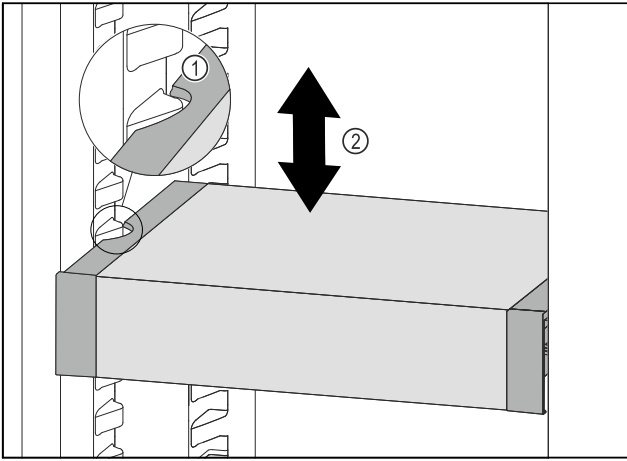

Fig. 103
- VarioSafe çekmecesini, VarioSafe çekmecesinin yandaki boşlukları soęutma bۆlmesindeki yerleřtirme çıkıntıları yükseklięine gelene kadar öne doęru çekin. Fig. 103 (1)
- Soęutma bۆlmesinde VarioSafe çekmecesini, istedięiniz yükseklięe ulařana kadar yukarı veya ařaęı hareket ettirin. Fig. 103 (2)